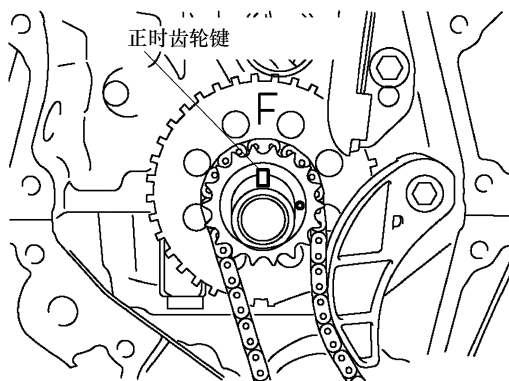

图 1-203 正时齿轮键向上
⑦ 将机油泵驱动轴齿轮的调节孔与机油泵的槽对准。
⑧ 将一根直径为 4mm 的钢条插入机油泵驱动轴齿轮的调节孔内, 将齿轮锁止, 然后拧紧螺母。
① 检查 1 号气缸压缩行程上止点 (TDC) 位置的标记。
b. 逆时针转动曲轴, 直到正时齿轮键向上, 见图 1-203。